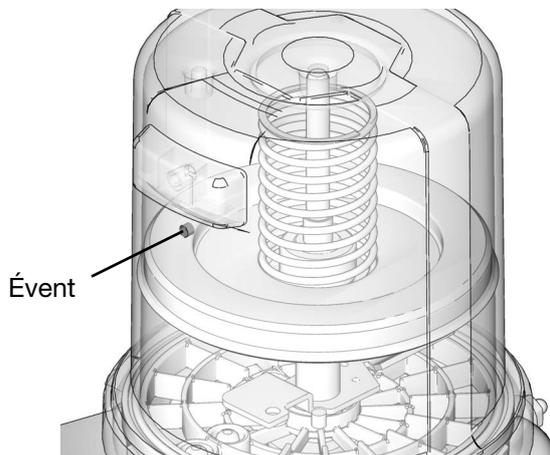

FIG. 26
3. Remplir le réservoir de graisse jusqu'à ce que le joint du plateau suiveur perce l'orifice d'évent (FIG. 26) et que la majorité de l'air soit expulsée du réservoir.